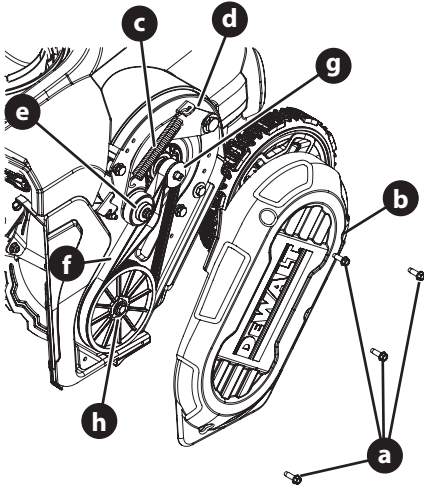

Figure 19
- Retirez les quatre vis à rondelle hexagonale (a) qui retiennent le couvercle de la courroie (b) à la plaque du moteur (Figure 19). Retirez le couvercle de la courroie.